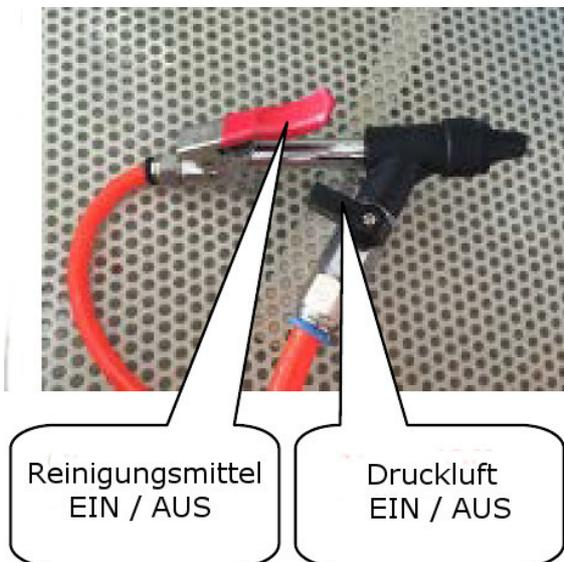

Fig. 8: Limpieza de la pistola de lavado
Paso 4: Coloque el componente que va a limpiarse en el Lavadora de piezas y cerrar la puerta. Utilice la pistola de lavado (Fig. 8) alrededor del componente de limpiar. Para limpiar disolvente presionando la palanca de rojo. Para limpiar con aire comprimido ni se desprende de prensa de la palanca negro.